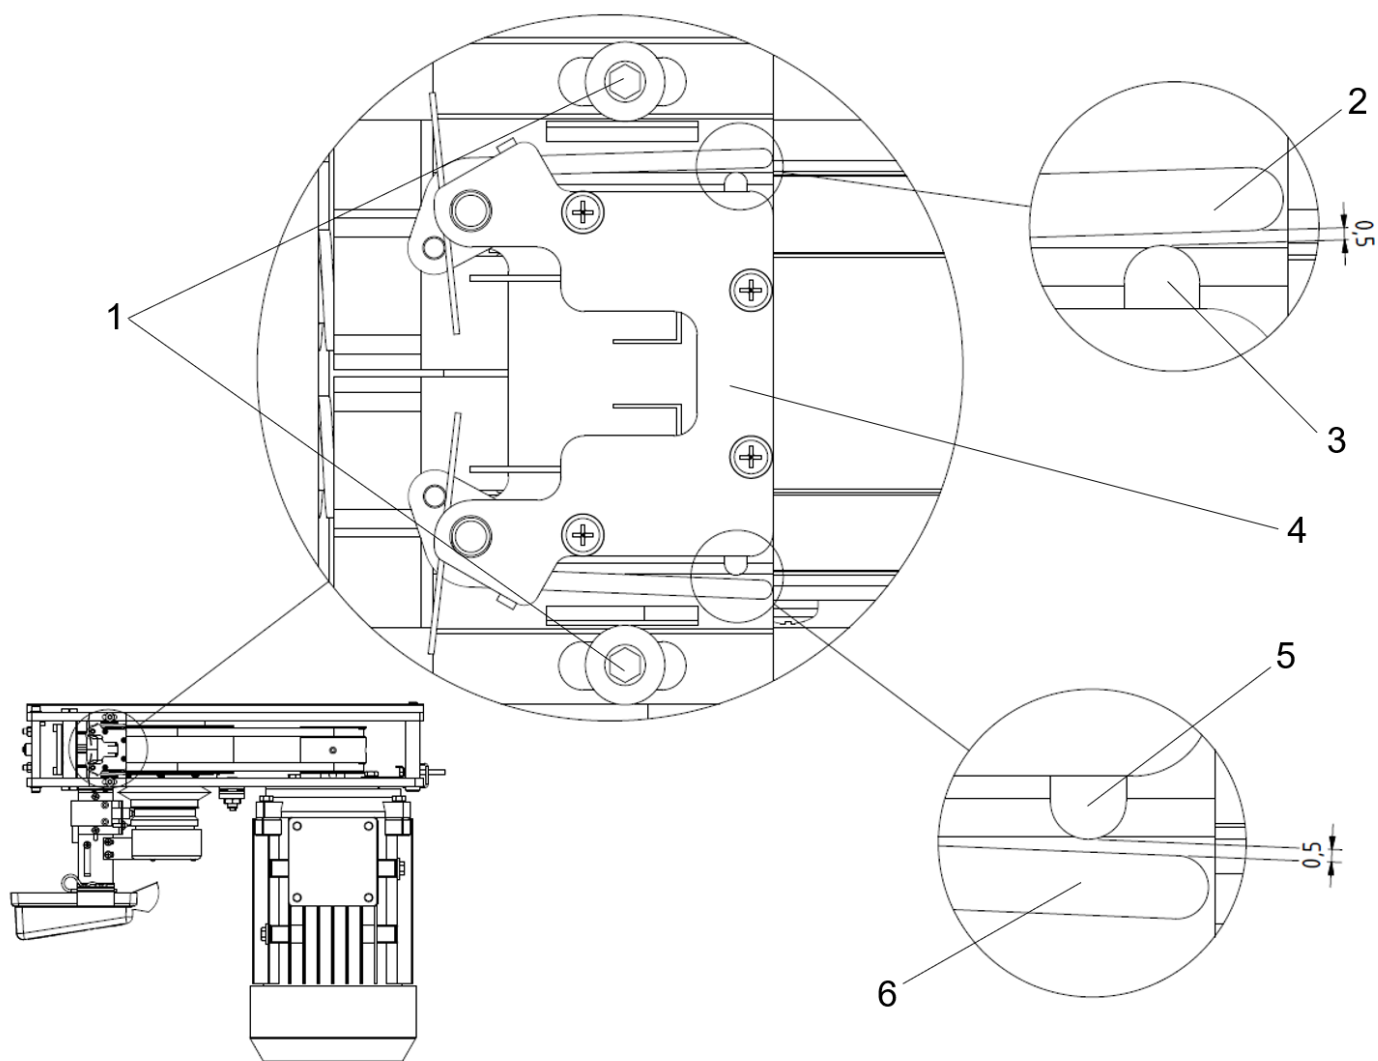

Fig. 33 Kontrol og justering af bremseindikatorer
Når elevatoren ikke er i bevægelse, og bremserne er aktiveret, skal der være en luftspalte på cirka 0,5 mm mellem bremseindikatorens vippearms og bremseindikatorens sikkerhedsafbrydere, se Fig. 33. Når bremserne frigives, og elevatoren bevæger sig, skifter bremse indikatorernes vippearms position, og de hviler nu på bremseindikatorernes sikkerhedsafbrydere.
1. Kontrollér manuelt, at bremseindikatorernes vippearmer (2) (6) bevæger sig frit og ubesværet, se Fig. 33.
2. Kontrollér visuelt og med en søgelære, at luftspalterne mellem bremseindikatorernes vippearmer og bremseindikatorernes sikkerhedsafbrydere (3) (5) er cirka 0,5 mm. Bremseindikatorernes vippearmer må ikke berøre sikkerhedsafbryderne.
3. Justér om nødvendigt luftspalten ved at løse bremseindikatorernes skruer (1), og justér